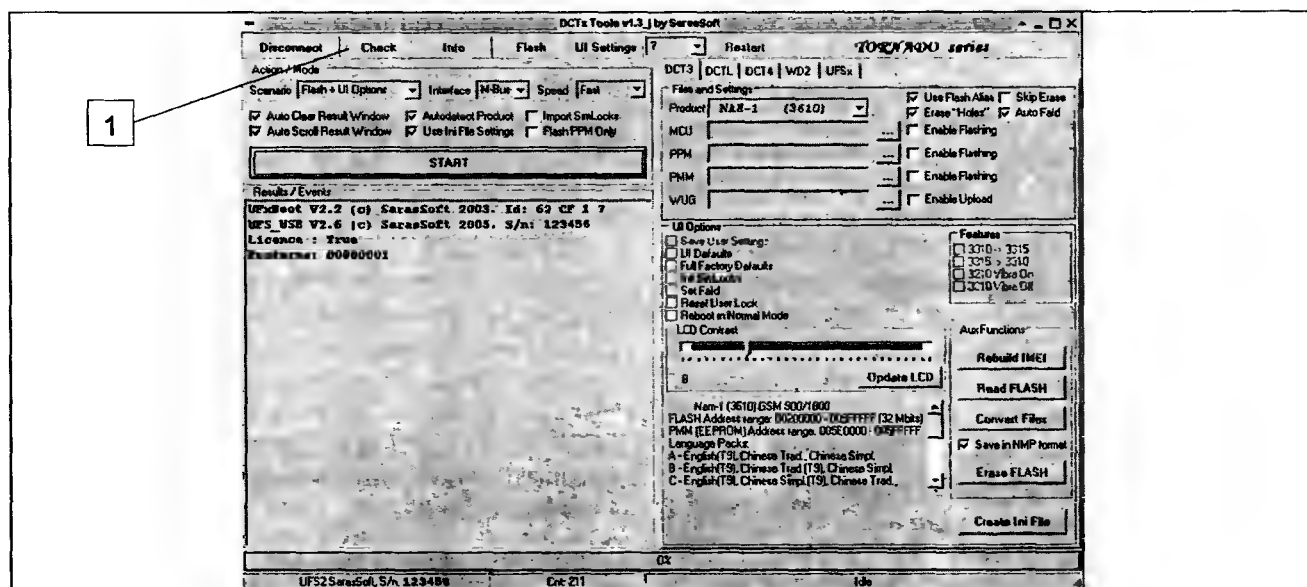

Рис. 8.13
Программная оболочка этих боксов называется DCTx Tools, ее окно показано на рис. 8.13 (в закладке выбрана платформа DCT-3).
Приставка к названию этой программы — SarasSoft (см. рис. 8.13) означает имя производителя, а Saras — это один из разработчиков, в свое время работавших на разработке программного обеспечения боксов GRIFFIN. Этот экскурс необходим нам для того, чтобы знать, что в программе DCTx Tools используется много наработок от программы GRIFFIN — это своего рода программа-преемник последней, но с более широкими возможностями.
- проверять работоспособность процессорной части телефона (с помощью кнопки 1 CHECK — см. рис. 8.13). Если точнее, основное назначение этой функции — проверка соединения с аппаратом посредством загрузки в процессор телефона специальной программы-загрузчика. Для ремонтников это должно быть важно — если операция после нажатия кнопки CHECK прошла успешно — на телефоне можно проводить операции чтения/записи Flash-памяти;